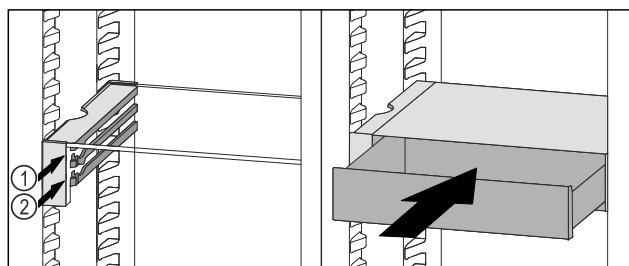

Fig. 70
- ▶ Coloque el cajón VarioSafe en la nervadura deseada Fig. 70 (1) o Fig. 70 (2) detrás de los topes.